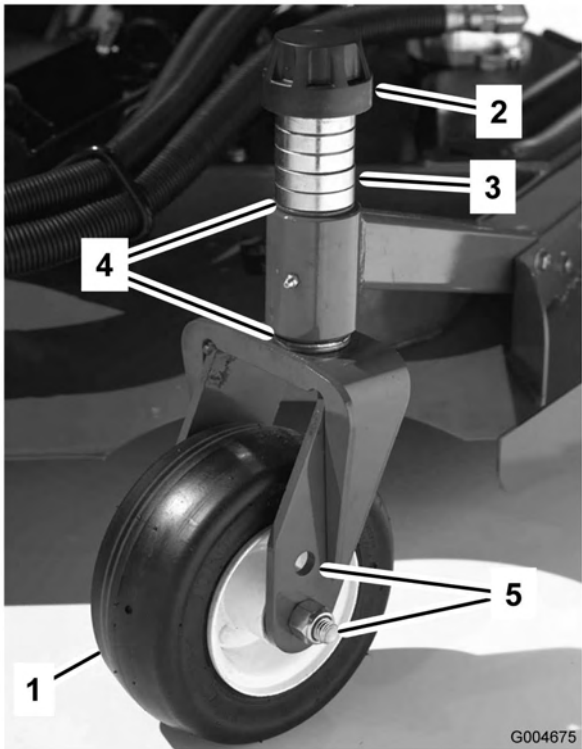
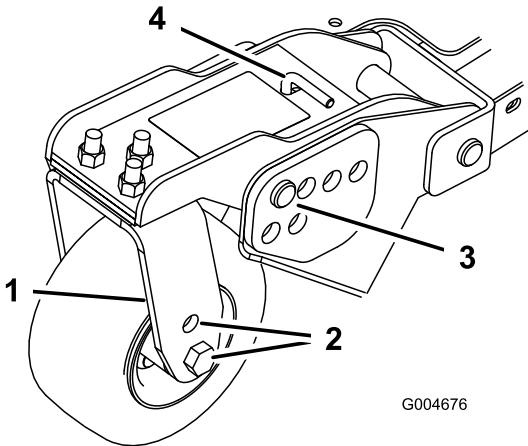
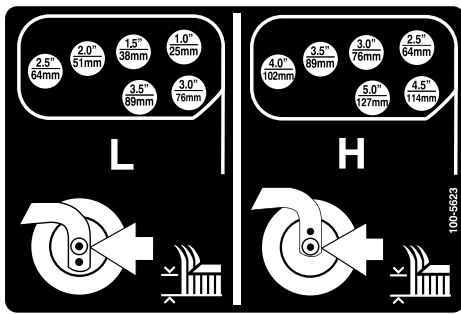

Bild 18
Bild 20
Bild 21
1. Stecken Sie die Laufradachsen in allen Gabeln in die gleichen Löcher (Bild 18 und Bild 20). Siehe die nachstehende Tabelle, um das richtige Loch für die jeweilige Einstellung festzustellen.
2. Entfernen Sie die Spannkappe von der Spindelwelle (Bild 18) und ziehen die Spindel aus dem Laufradarm heraus. Ziehen Sie zwei Beilagscheiben (3 mm) so auf die Spindelwelle, wie sie ursprünglich montiert waren. Diese Beilagscheiben sind erforderlich, um alle Mähwerke über die Breite auf ein Niveau zu bringen. Ziehen Sie die erforderliche Anzahl von 13-mm-Distanzstücken (siehe die nachstehende Tabelle) auf die Spindelwelle, um die gewünschte Schnitthöhe herbeizuführen; ziehen Sie dann die Scheibe auf die Welle auf.
4. Entfernen Sie den Splint und den Lastösenbolzen von den Laufradgelenkarmen (Bild 20).
5. Drehen Sie die Spannstange, um den Gelenkarm anzuheben oder abzusenken, bis die Löcher mit den ausgewählten Löchern in der Schnitthöhenhalterung im Mähwerkrahmen ausgerichtet sind (Bild 20 und Bild 21).